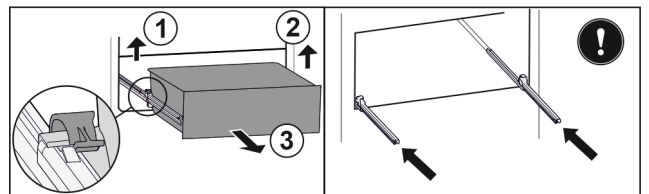

Fig. 155
- Linke Klemme anheben und gleichzeitig Schubfach links nach vorne ziehen. Fig. 155 (1)
- Rechte Klemme anheben und gleichzeitig Schubfach rechts nach vorne ziehen. Fig. 155 (2)
- Schubfach nach vorne entnehmen. Fig. 155 (3)